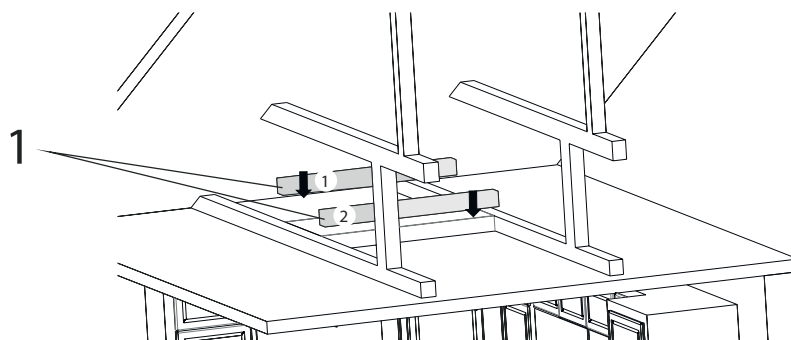

Fig. 10
4. ➤ Forbered spær/lægte som emhætten til slut endeligt kan skrues op i. (Fig. 10/1-2).